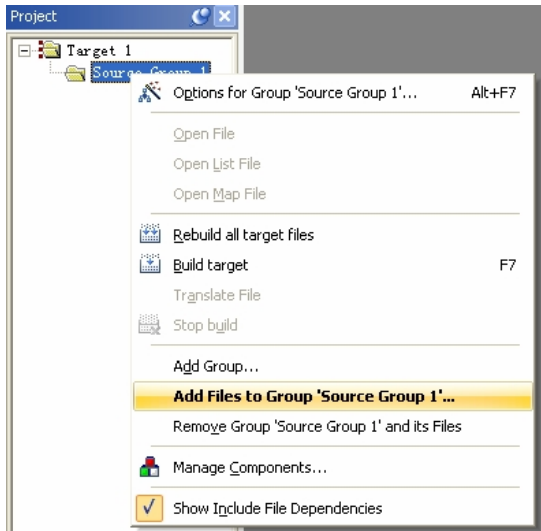

图 4.4
(1)、工程文件打开或者创建完成后，需要添加或者新建程序文件(.C 或者.ASM)，如下图 4.4，右击“Source Group1”选择“Add Files To Group ‘Source Group1’”